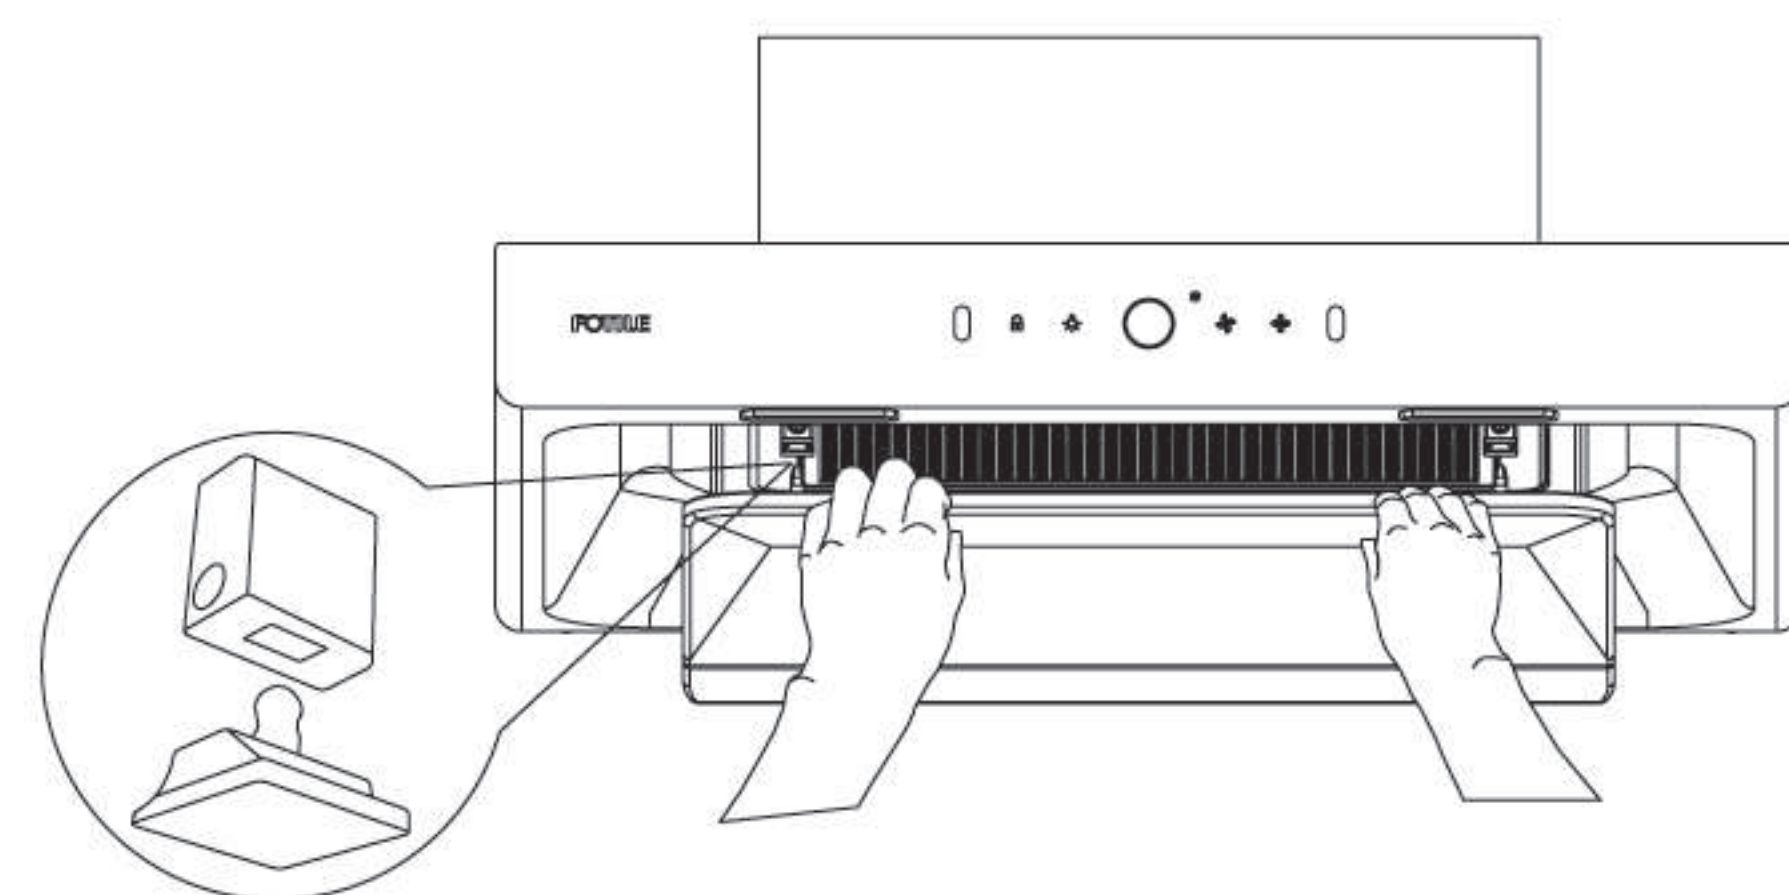
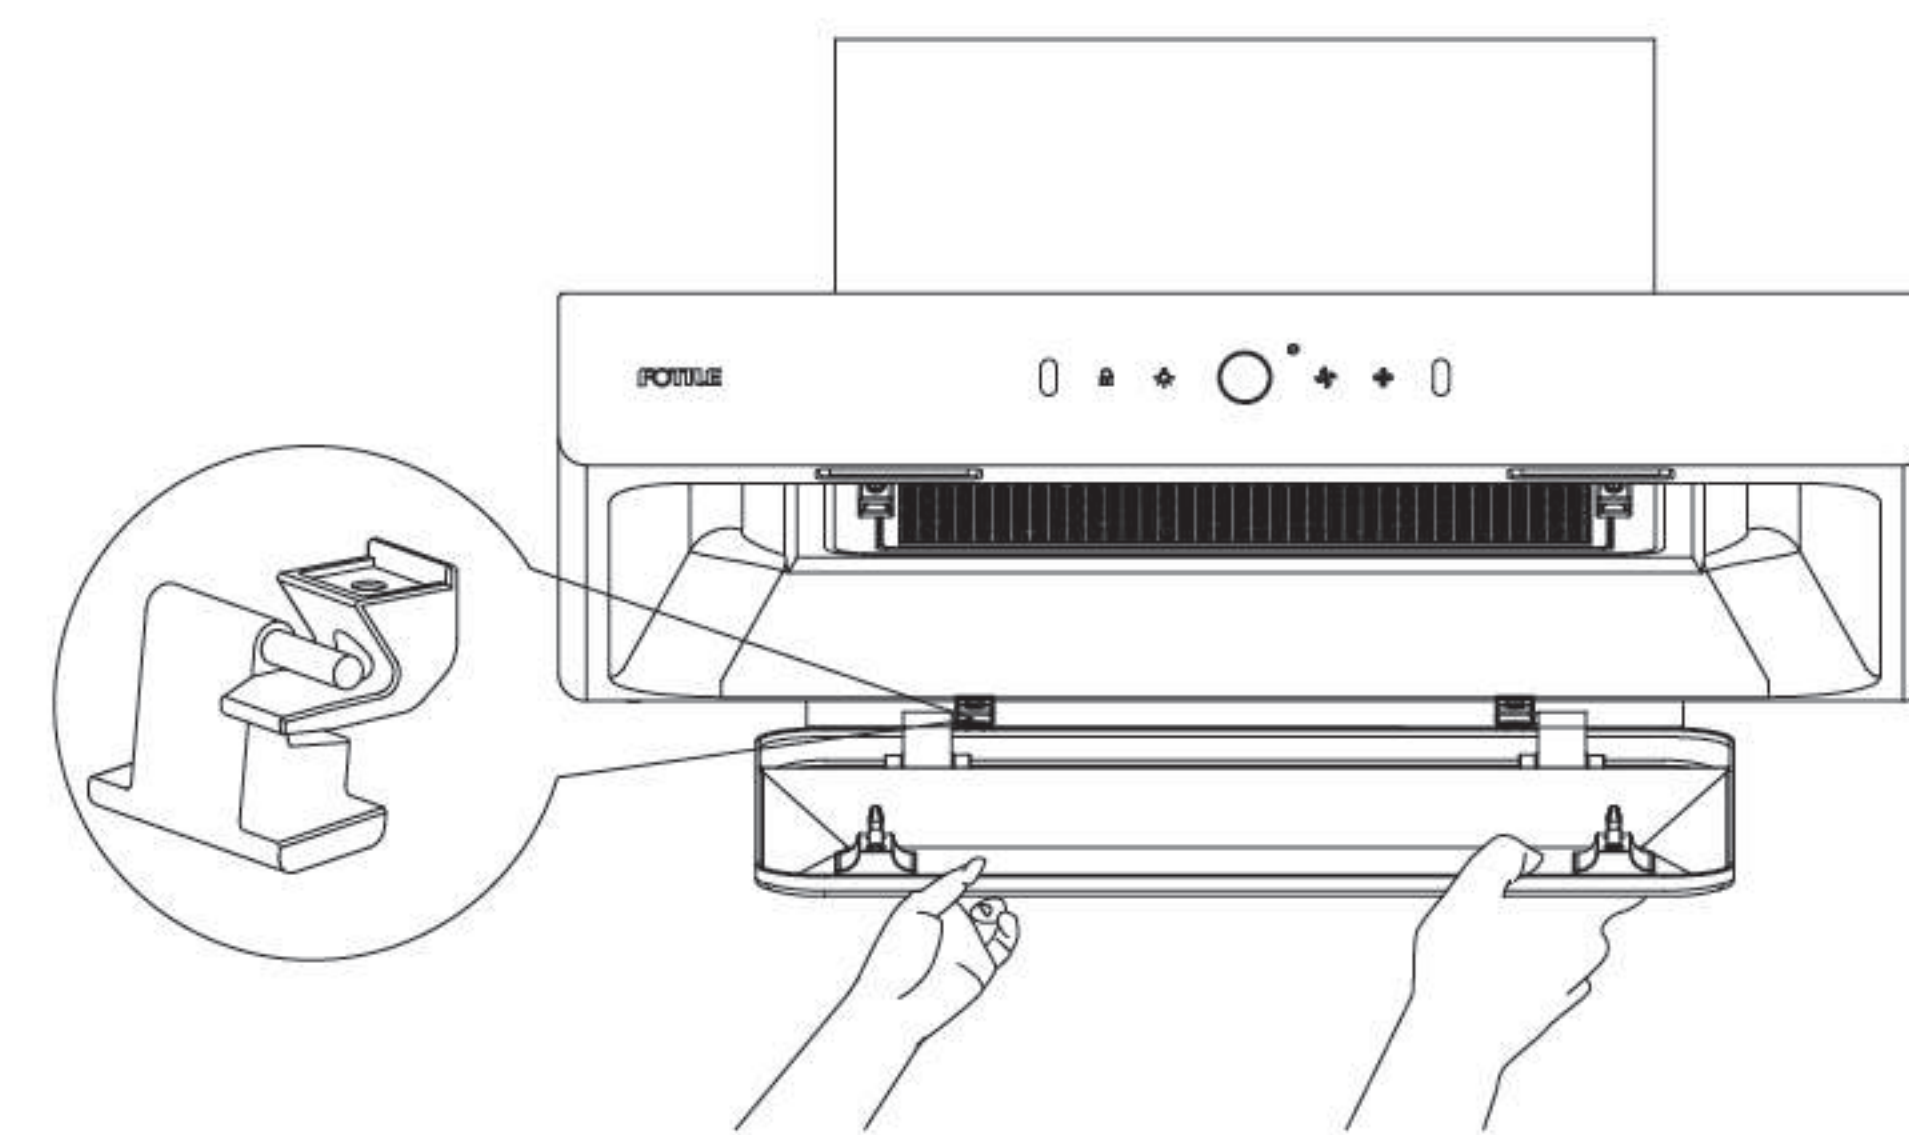

Fig.1
Fig.2
1. Tout d'abord, saisissez le bord frontal du papillon avec les deux mains, retournez - le vers le bas pour que le bouton d'encliquetage du papillon se détache (voir Fig.1), puis retournez - le vers le bas d'un certain angle et enfin retirez - le vers l'extérieur horizontalement avec les deux mains (voir fig.2) ;
1. Tout d'abord, retirez le papillon (voir Fig.1 et fig.2);